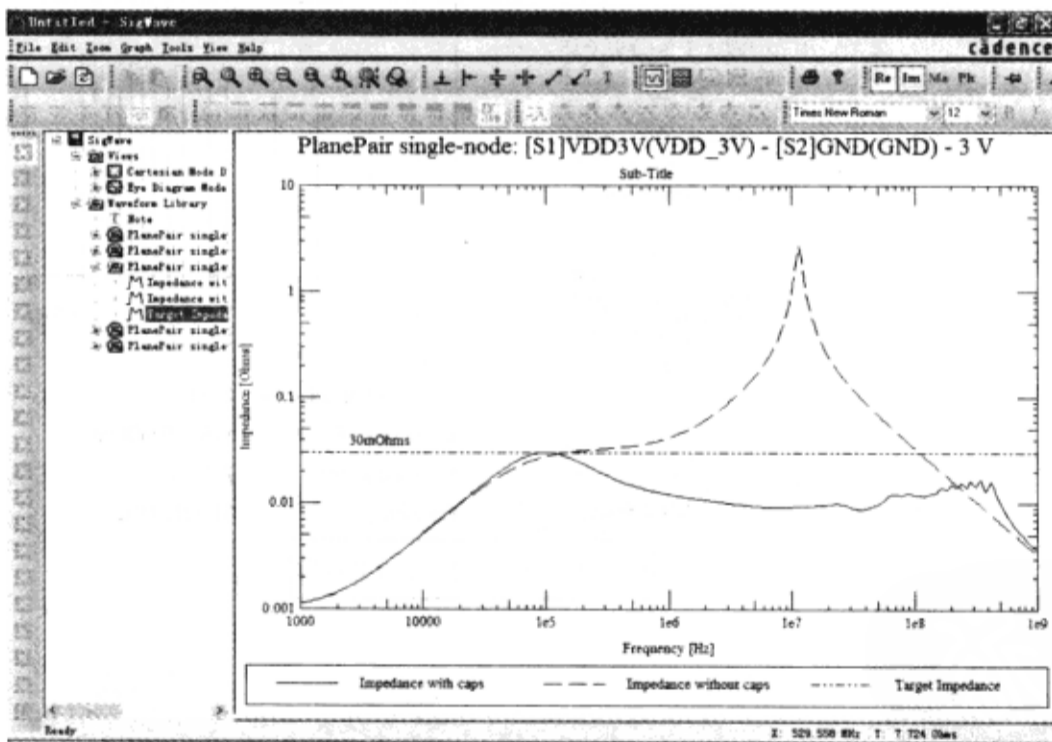

图 8-8-69 单节点仿真结果
(15) 单击“Single Node Simulation”按钮，从图 8-8-69 可以看出，通过使用所选择的电容器，基本达到了所要求的目标阻抗。
(16) 在 SigWave 窗口中执行菜单命令“File” → “Exit”，退出。